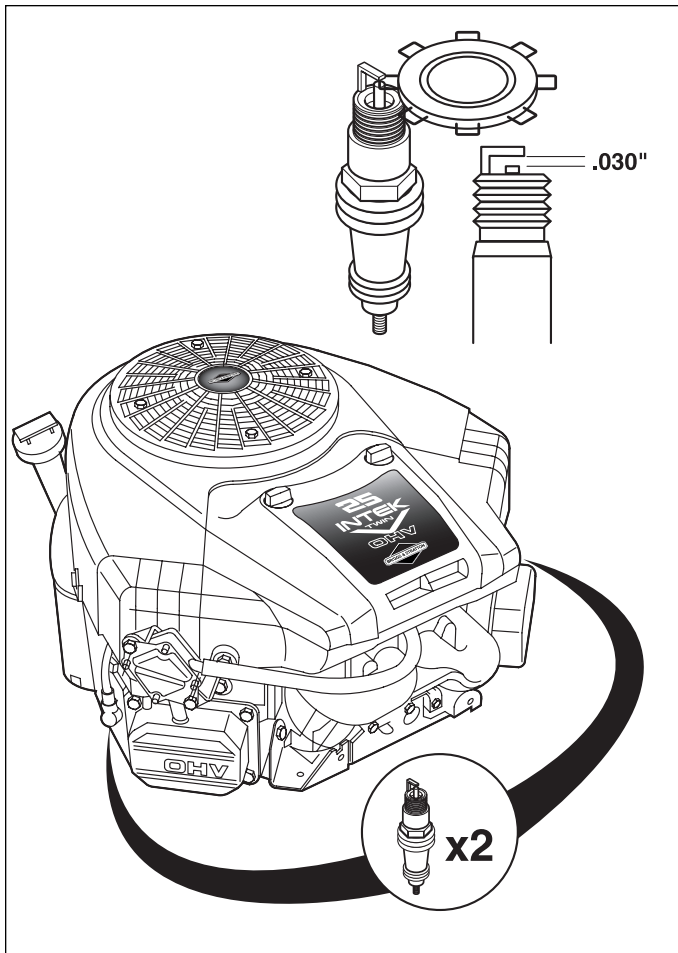

Figure 31. Écartement des électrodes de bougie
2. Voir Figure 31 ou 32. Nettoyer la zone autour de la bougie.
4. Contrôler l'écartement des électrodes. Il doit être de 0,76 mm / 0,030 po. (voir Figure 31 ou 32).